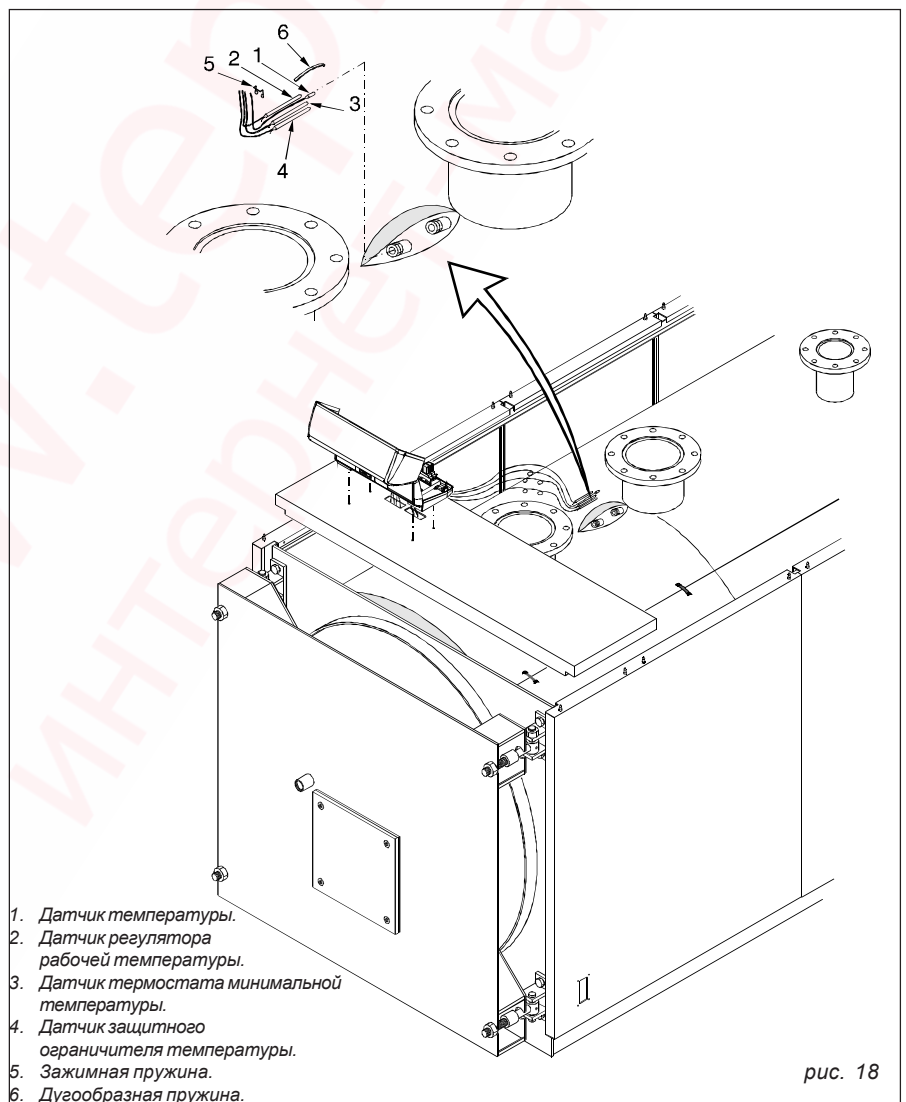

рис. 18
В погружную гильзу, расположенную в верхней части котла (рис. 18) последовательно вставьте: датчик температуры (поз. 1), датчик регулятора рабочей температуры (поз. 2), датчик защитного ограничителя температуры (поз. 3), датчик минимальной температуры (поз. 4).
#### Рис. 18 и 19
- G) Вставьте датчики приборов в погружные гильзы, как показано на рис. 18, а также подсоедините пульт управления, горелку, насосы и т. д. к электропитанию. Закройте крышку пульта управления. Проведите штепсель горелки через зажимную панель